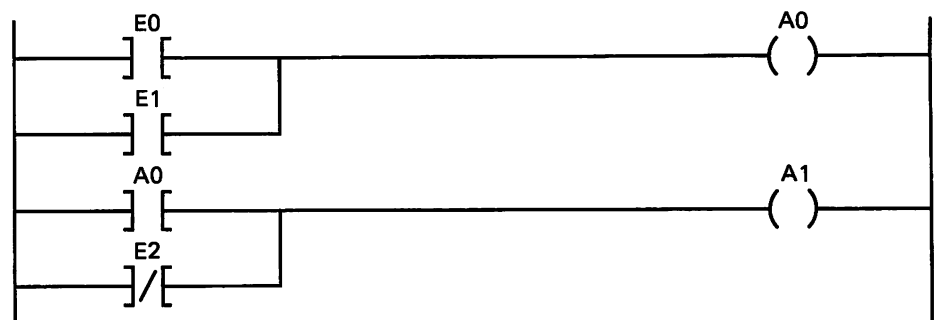

Bild F6.2
- a) Den Kontaktplan zeigt das Bild F6.2.